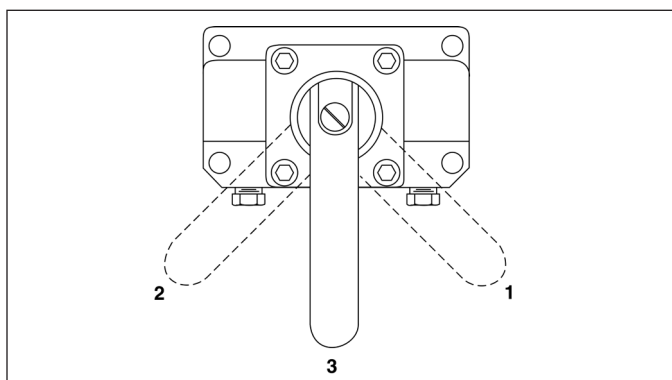

Figura 8
A válvula de controle da bomba direciona a saída do fluido hidráulico ou retorna dos componentes do sistema hidráulico. Estes modelos contem válvulas de 3-vias, 2-posicoes. As posições das válvulas são mostradas na Figura 8: 1 - Avançar, 3- Retrair. Para avançar o cilindro, mude a válvula para a posição de avanço (1) e pressione a chave pendente.
Modelos PUJ 1400B/E e PUJ-1401B/E (Figura 8)